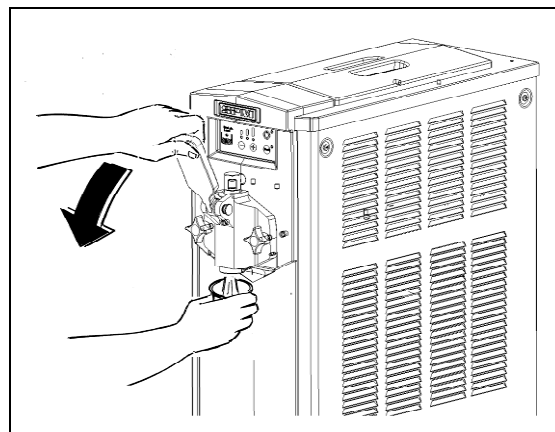

Fig. 1
Installer l'appareil sur une surface horizontale et solide de manière à ce que la carrosserie de l'appareil soit bien ventilée (au moins 20 cm d'espace libre, fig.1), installer l'appareil dans un environnement sec et éviter de l'installer près d'une source de chaleur. **L**a température ambiante d'utilisation de la machine doit être comprise entre 24°C et 32°C.
- **R**emplir le bac supérieur d'eau tiède et vider la machine (fig.1) pour la fluxer en éliminant ainsi la plus grande partie du produit résiduel.
- **E**n agissant délicatement sur le levier de distribution ouvrir le robinet autant qu'il faut pour décharger le cylindre de congélation de la pression (fig.1).